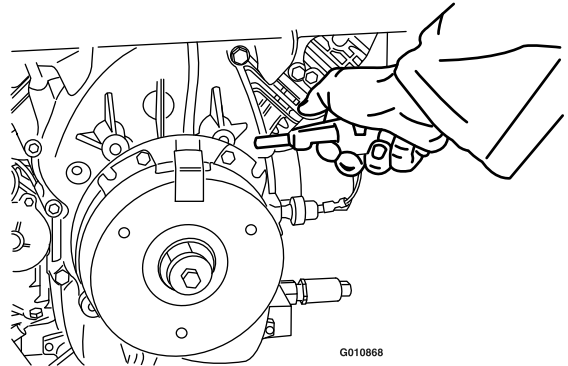

Figura 78
3. Utilizar un compresor de aire, elimine cualquier residuo de debajo del polo de freno y de alrededor de los espaciadores del freno (Figura 78).